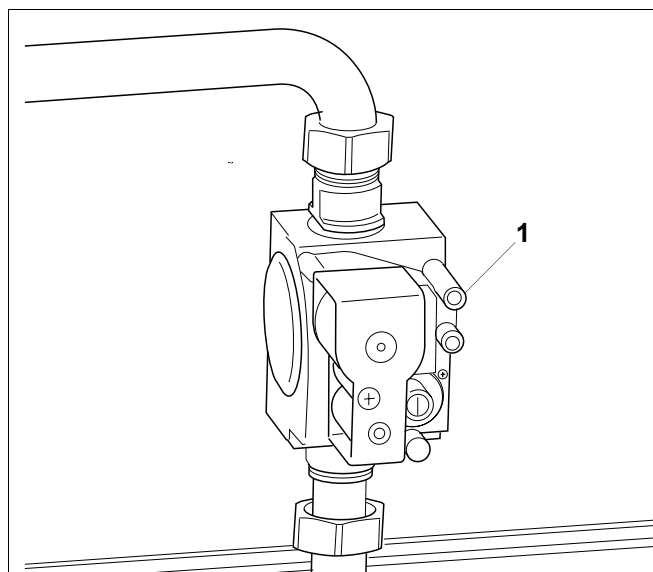

Рис. 25 Газовая арматура "SIT" 840 Sigma
- Открутить запорный винт на контрольном ниппеле для подключения газа и удаления воздуха (рис. 25, поз. 1) на газовой арматуре на два оборота и надеть шланг.